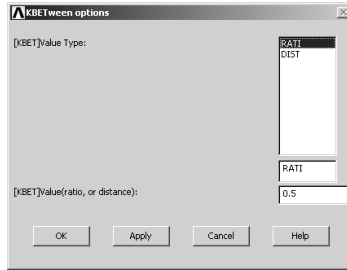

Рисунок 3.7 – Створення точки посередині відрізка між вказаними точками (RATI = 0,5 – відношення довжини всього відрізка до відстані між першою та новою точкою)
- Введіть  $RAT1 = 0.5$ , (рис. 3.7), далі [ОК] (0.5 – відношення довжини всього відрізка до відстані між першою та новою точкою).